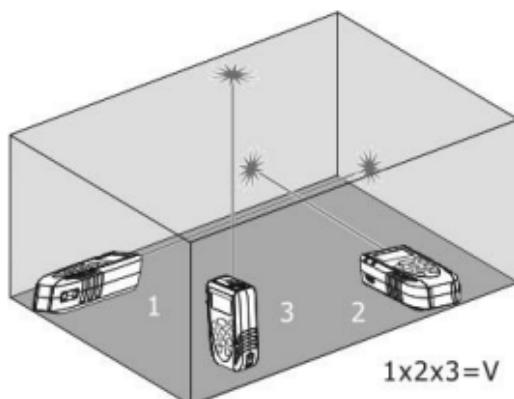

Fig. 6: Esempio di misura di Volume
3. Premere il tasto per eseguire la prima misura (lunghezza) della superficie (vedere Fig. 6). Il valore corrispondente è inserito nel primo display parziale. Il simbolo " " è mostrato con lato "1" lampeggiante
4. Premere nuovamente il tasto per eseguire la seconda misura (larghezza) della superficie (vedere Fig. 6). Il valore corrispondente è inserito nel secondo display parziale. Il valore dell'area corrispondente è mostrato nel display risultante. Il simbolo " " è mostrato con lato "2" lampeggiante
5. Premere ancora il tasto per eseguire la terza misura (altezza) (vedere Fig. 6). Il valore totale del volume è mostrato nel display risultante display principale